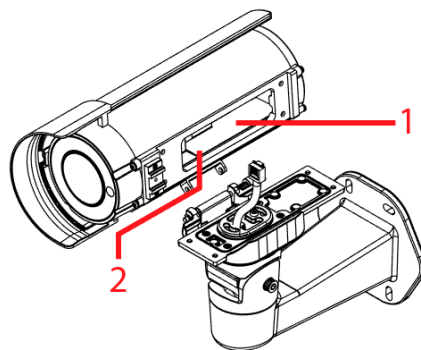

Figura 12
Nota: La figura a continuación indica la ubicación de los botones y conexiones (1) (Figura 12) y de la bolsa desecante (2) (Figura 12) de la cámara.